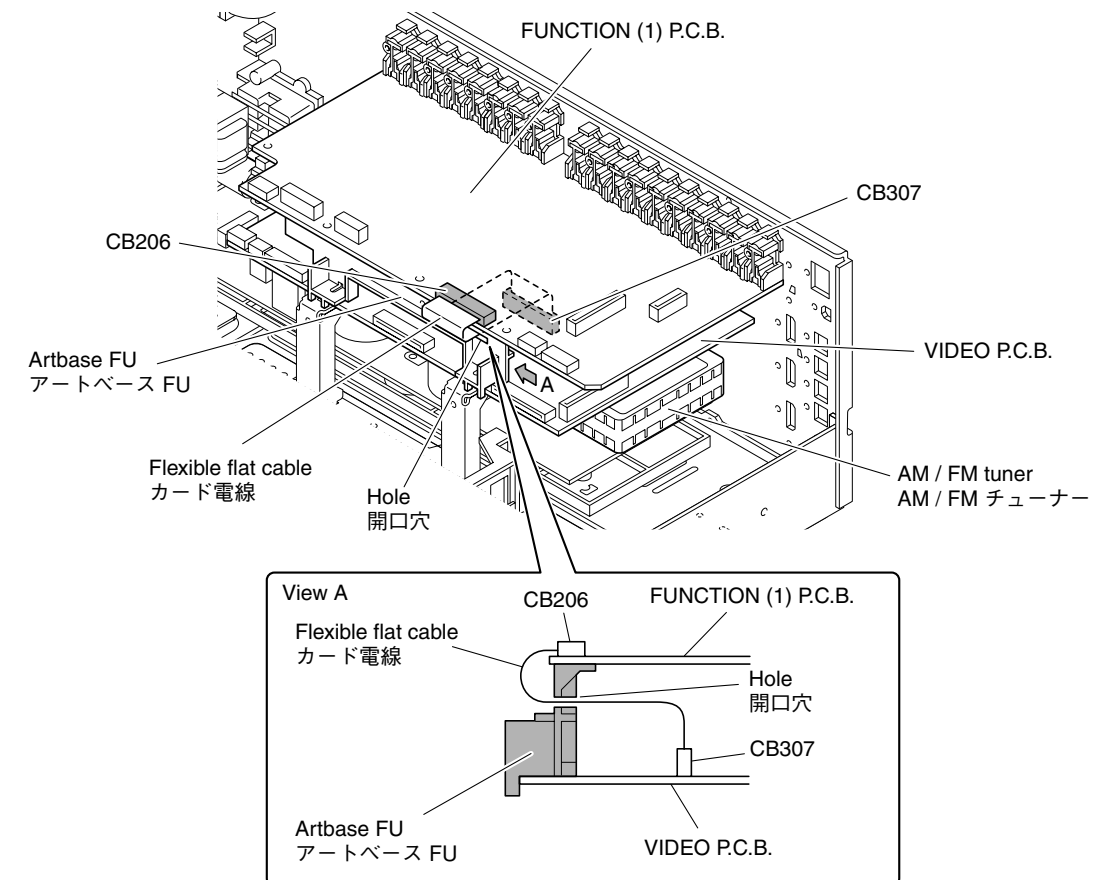

Fig. 7
* When installing the FUNCTION (1) P.C.B., be sure to pass the flexible flat cable between CB206 (FUNCTION (1) P.C.B.) and CB307 (VIDEO P.C.B.) through the hole in the artbase FU before connecting it. (Fig. 7)
※ FUNCTION(1)P.C.B.を取り付ける場合は、必ずCB206 (FUNCTION(1)P.C.B.)-CB307 (VIDEO P.C.B.)間のカード電線をアートベースFUの開口穴に通してから接続してください。(Fig. 7)